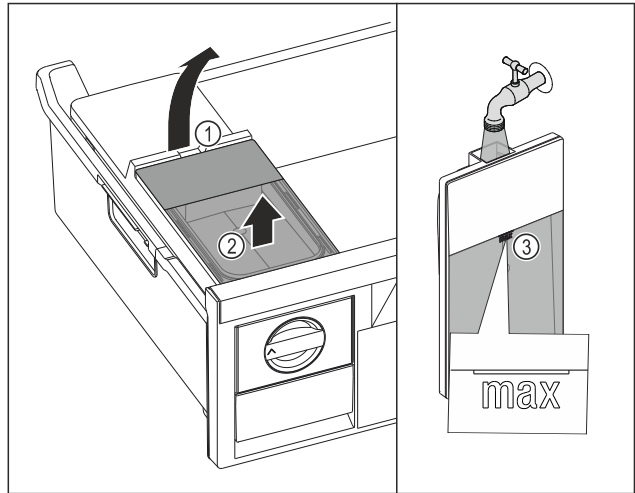

Fig. 97
- ▶ Wassertank an der Aussparung Fig. 97 (1) anheben.
- ▶ Wassertank nach oben entnehmen. Fig. 97 (2)
- ▶ Wassertank bis zur Markierung Fig. 97 (3) mit Trinkwasser befüllen.